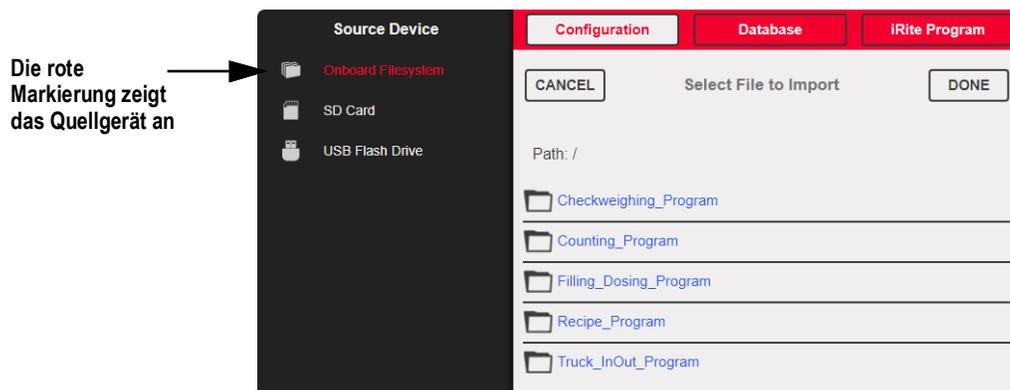

Abbildung 14-1. Importieren der Konfiguration
**HINWEIS:** Der Bildschirm für den Import der Konfiguration sieht immer gleich aus, unabhängig davon, ob ein Onboard-Dateisystem, eine Micro-SD-Karte oder ein Flash-Laufwerk verwendet wird. Der einzige Unterschied ist, dass das Quellgerät auf der linken Seite des Bildschirms rot hervorgehoben ist. Ein Beispiel finden Sie unter Abbildung 14-1, wo eine Datei aus einem integrierten Dateisystem importiert wird.
2. Drücken Sie **Import from File**. Der Import-Bildschirm wird angezeigt, siehe Abbildung 14-1 auf Seite 126. Laden Sie sowohl die .rev- als auch die .cod-Datei, um die integrierten Anwendungsprogramme verwenden zu können.
4. Wählen Sie **Import from File**. Der Import-Bildschirm wird angezeigt, siehe Abbildung 14-1 auf Seite 126.
2. Drücken Sie **Import from File**. Der Import-Bildschirm wird angezeigt, siehe Abbildung 14-1 auf Seite 126.
3. Drücken Sie **Import from File**. Der Import-Bildschirm wird angezeigt, siehe Abbildung 14-1 auf Seite 126.